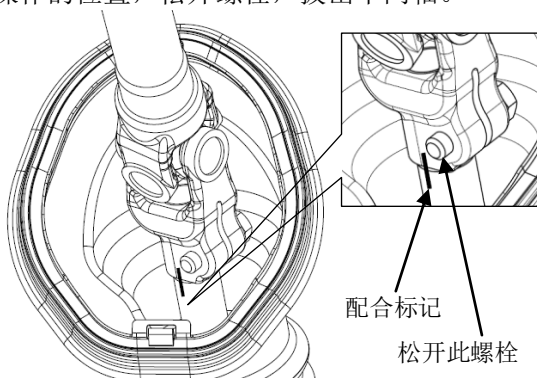

图 4-21
① 在中间轴下端与转向器输入轴配合处做好配合标记，如图 4-21 所示。
② 此时可以套上转向盘转动，使螺栓处于方